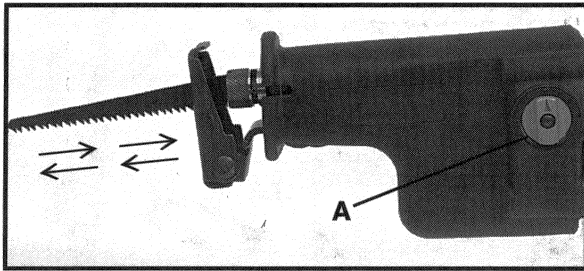
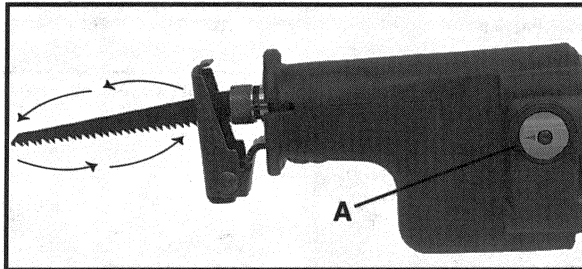

Fig. 6
Fig. 7
La segueta del modelo 739 tiene un movimiento dual. Usted puede escoger una carrera de vaivén en línea recta, como está ilustrado en la Fig. 6, o una de movimiento orbital, como está ilustrado en la Fig. 7. Debe usar la carrera de vaivén para cortar toda clase de metal, y también, para cortar madera si el acabado es más importante que el tiempo. Use el movimiento orbital para cortar madera con rapidez.
Para escoger la carrera de vaivén en línea recta: gire el mando (A) Fig. 6, en el sentido de las manecillas del reloj hasta que la barra esté vertical (la flecha señalando el número I), como está ilustrado en la Fig. 6.
Para escoger el movimiento orbital: gire el mando (A) Fig. 7, en el sentido contrario a las manecillas del reloj hasta que la barra esté horizontal (la flecha señalando el número II), como está ilustrado en la Fig. 7.